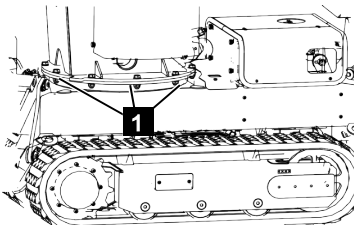

Fig. 182
1. Injecter de la graisse multi-usages sur les graisseurs de la couronne d'orientation (Fig.182/1) avec la pompe à graisse.